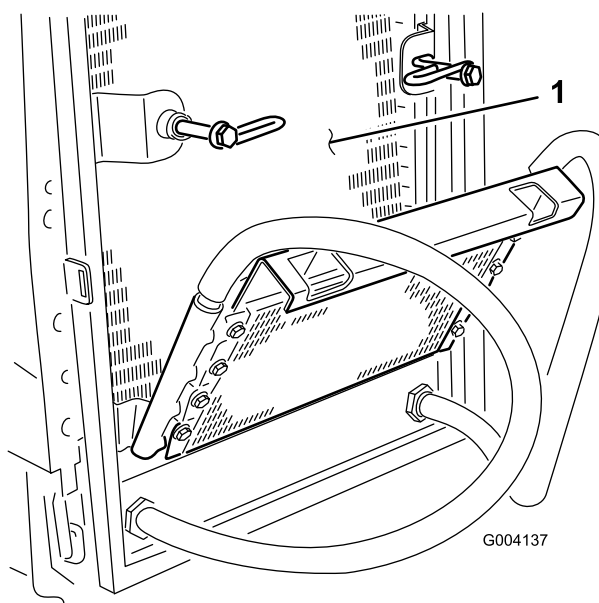

図 74
6. オイルクーラとラジエターの裏表を（図 74）圧縮空気で丁寧に清掃する。